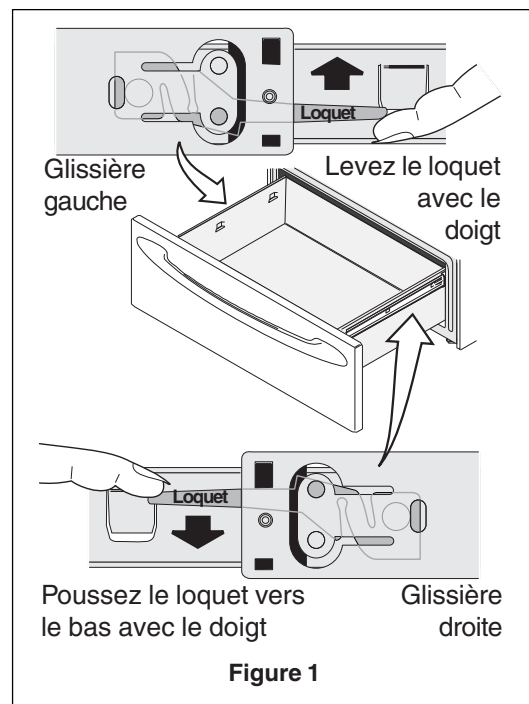

Figure 1
3. Localisez les loquets des deux côtés du tiroir-réchaud, levez vers le haut le loquet de la glissière gauche et poussez vers la bas sur le loquet de la glissière droite (voir Figure 1).